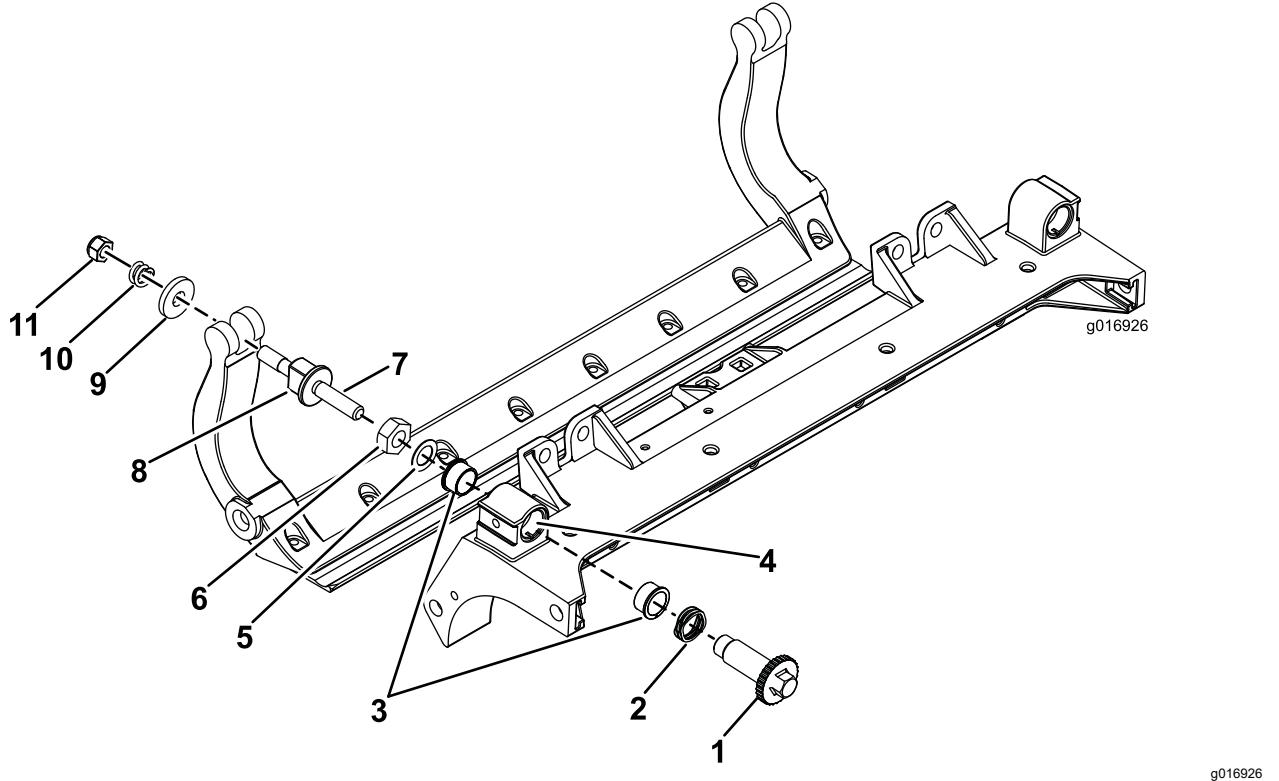

Bild 41
1. Entfernen Sie alle Teile (siehe *Installationsanleitung* für das HD-DPA-Kit und Bild 41).
2. Tragen Sie ein Gleitmittel innen im Büchsenbereich am mittleren Schneideinheitsrahmen auf (Bild 41).
3. Fluchten Sie die Keile an den Flanschbüchsen mit den Schlitten im Rahmen aus und setzen Sie die Büchsen ein (Bild 41).
4. Legen Sie eine Wellenscheibe auf die Einstellerwelle und schieben Sie die Einstellerwelle auf die Flanschbüchsen im Rahmen der Schneideeinheit (Bild 41).
5. Befestigen Sie die Einstellerwelle mit einer Flachscheibe und einer Sicherungsmutter (Bild 41).
12. Legen Sie eine Stahlscheibe außen auf jede Nylonscheibe (Bild 41).
Hinweis: Die Scheiben innen können einen Abstand aufweisen (Bild 41).
15. Ziehen Sie die Mutter an jedem Untermesserträgereinsteller an, bis die Druckfeder ganz zusammengedrückt ist, lösen Sie die Mutter dann um eine halbe Umdrehung (Bild 41).